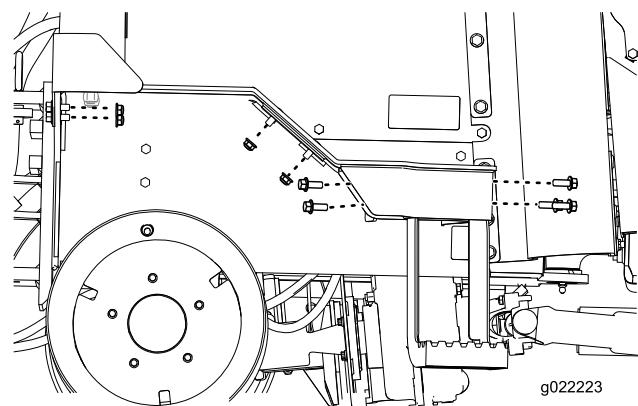

Figure 11
3. Retirez l'extension de marche de la machine (Figure 11).